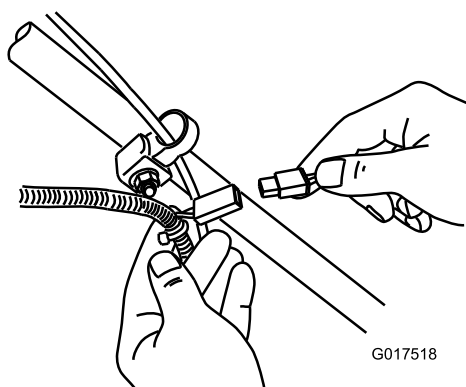

Рисунок 31
1. Подсоедините зарядное устройство к жгуту проводки, расположенному под ключом зажигания (Рисунок 31).